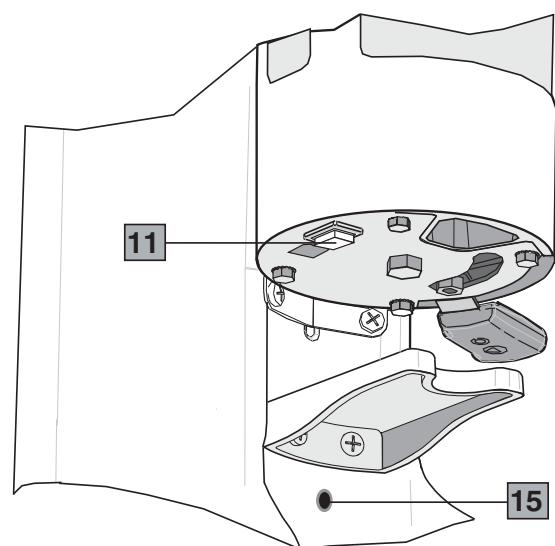
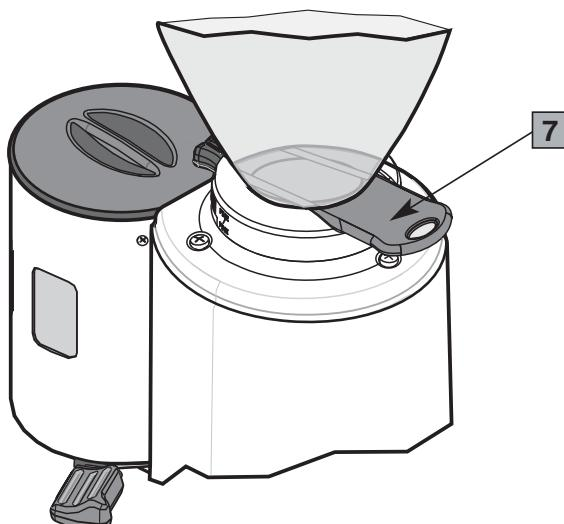

Fig. 3
Fig. 4
Das Gerät schaltet sich nicht ein.	<ul style="list-style-type: none"> • Kontrollieren, dass der Stecker eingesteckt wurde. • Kontrollieren, dass der Wandschutzschalter eingeschalten ist. • Kontrollieren, dass sich der Schalter des Geräts auf ON befindet. • Wenn das Problem nach einer längeren, starken Einsatzzeit auftritt, könnte der Motor unter Überlastschutz stehen! Mindestens 20 Minuten abwarten, dann nochmals probieren. Die Wartezeit kann herabgesetzt werden, wenn das Gerät an einem frischen Ort aufgestellt wird. • Sollte das Problem nach einer Überlast auftreten, kann es sein, dass sich die Stromschutzfunktion aktiviert hat! Auf den Leistungsschalter (15 Fig. 3) unter der Auflagegabel des Gerätes drücken (diese Vorrichtung ist nicht an allen Modellen serienmäßig vorhanden). • Automatische Ausführung: Kontrollieren, dass sich der Dosierer nicht auf maximaler Leistung befindet, In diesem Falle muss der Dosiererhebel mit mindestens sechs Portionen betätigt werden. Kontrollieren, dass es sich einschaltet, wenn eine gewisse Menge gemahlenen Kaffees entfernt wurde. • Automatische Ausführung: Kontrollieren, dass sich die Stoppklappe frei bewegt.
Componentes principales (Fig. 1, Fig. 2, Fig. 3, Fig. 4)
6. Controlar que el contenedor de los granos de café (tolva) esté correctamente colocado y tenga el obturador abierto (7 Fig. 4).
- 3** Pulsar el botón de puesta en marcha (11 Fig. 3). El aparato comenzará a funcionar moliendo una cantidad de granos que llene el dosificador hasta su nivel máximo con una capacidad de unos 300 g de polvo de café, que una vez completado un dispositivo interruptor detiene el motor. Se puede moler automáticamente más café después que se hayan extraído seis dosis de café molido.